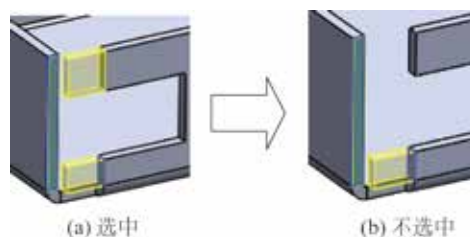

图 5.205 共平面
- ☒ 共平面 (C) 复选框：用于将闭合角对齐到与选定面共平面的所有面，如图 5.205 所示。